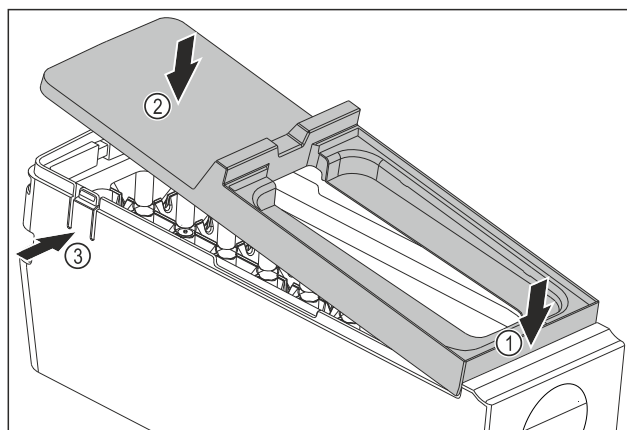

Fig. 146
- Montirajte pokrov glavnega dela EasyTwist-Ice: Pokrov spredaj namestite. Fig. 146 (1)
- Pokrov zadaj spustite. Fig. 146 (2)
- Pokrov se slišno zaskoči v obe sponi Fig. 146 (3).